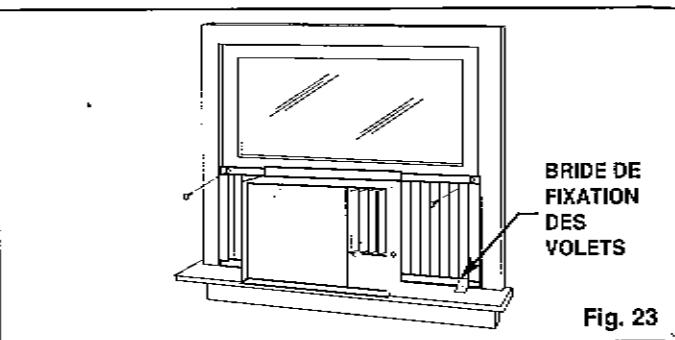

Fig. 23
- Étendez les cadres des volets (complètement) de chaque côté, et fixez le haut des structures au rebord de la fenêtre en utilisant une vis de 3/4 po et une rondelle plate sur chaque côté. Fig. 23.
- Installez une bride de fixation sur chaque côté (en bas) du cadre des volets, et fixez au rebord de la fenêtre en utilisant une vis de 3/4 po et une rondelle plate sur chaque côté. Fig. 23.